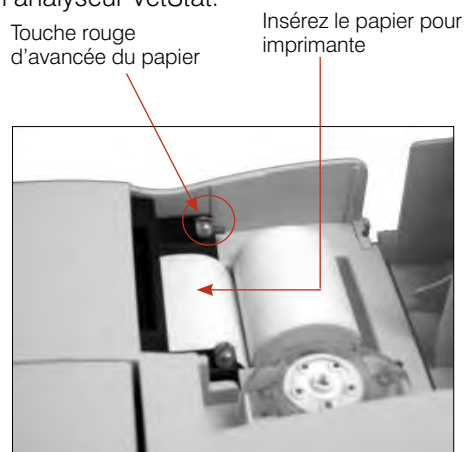

Figure C-4 : Imprimante thermique
2. Appuyez sur la touche rouge d'avancée du papier pour éjecter le papier résiduel (Figure C-4).
5. L'analyseur VetStat sous tension, enfiler le papier dans la fente d'alimentation sur l'analyseur (Figure C-4).